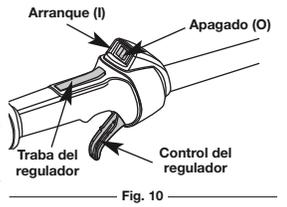

Fig. 10
**NOTA:** No hay necesidad de encender la unidad. El Control de Encendido y Apagado está en la posición Encendido (I), en todo momento (Fig. 10).
**NOTA:** No hay necesidad de encender la unidad. El Control de Parada Arranque y Apagado está en la posición **Arranque (I)**, en todo momento (Fig. 10).
**SI...** el motor no arranca después de unos cuantos intentos, coloque la palanca del obturador en la **Posición 3**, y oprima el gatillo. Apriete y mantenga apretado el botón de **ENCENDIDO (I)** del arrancador eléctrico o taladro a intervalos de 2 segundos hasta que la unidad arranque.
- Oprima y mantenga oprimido el control de encendido y apagado en la posición de **APAGADO (O)** hasta que el motor se detenga por completo (Fig. 10).